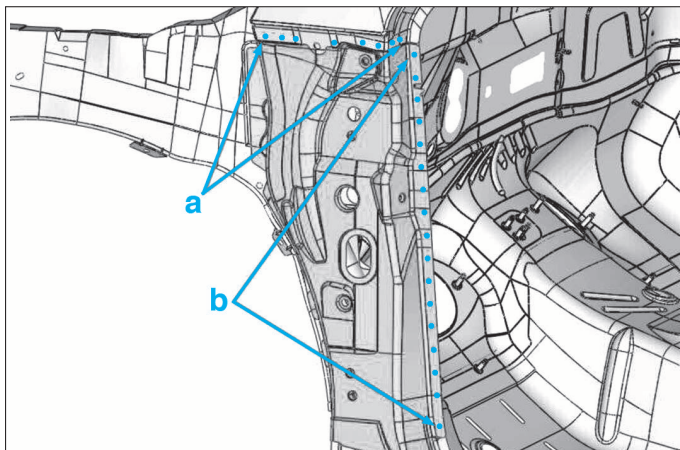

FIG. 45
- Fraiser les 8 soudures (a) (Fig.45).
- Effectuer les soudures par bouchonnage au Mig les 8 points (a) (Fig.45).
- Souder par points électriques les 17 soudures (b) (Fig.45).